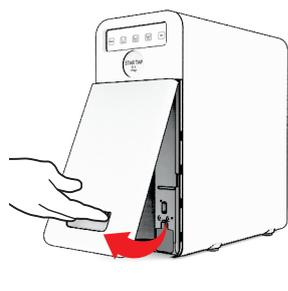

Fig. 1-13
**25.1** - Estrarre lo sportello frontale in plastica riponendolo in posizione di sicurezza, vedi Fig.1-13.